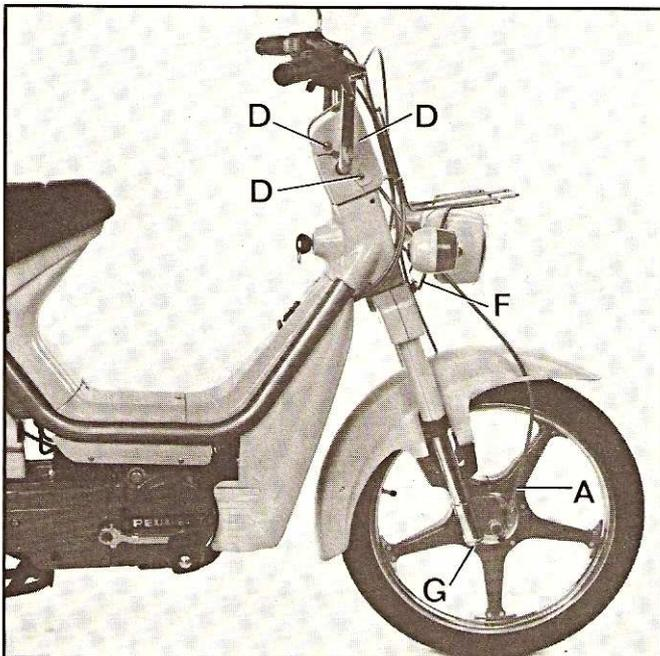

Fig. 4
- Dévisser et retirer la commande de compteur (A) - fig. 4.
- Dévisser les 5 vis (D) de fixation du cache-compteur et du cache-guidon (fig. 4 et 5), puis retirer ces caches.
- Dévisser l'écrou (F) d'attache du porte-bagages sur la fourche (voir fig. 4).
Pour retirer les tubes inférieurs de fourche, dévisser les écrous (G), (voir fig. 4).